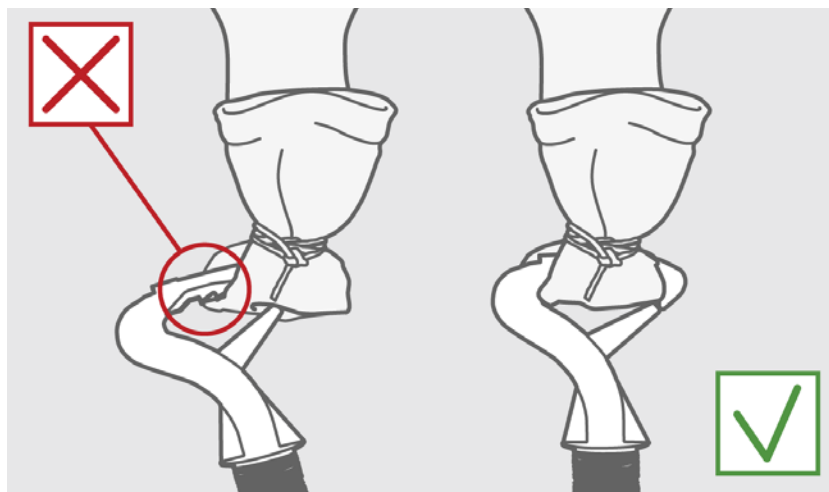

Figure 13 **Dérouleur attaché au col du ballon**
- Assurez-vous que le crochet du dérouleur ressort de l'autre côté, comme illustré sur la Figure 13 en page 30. Le dérouleur est maintenant fermement attaché au ballon.